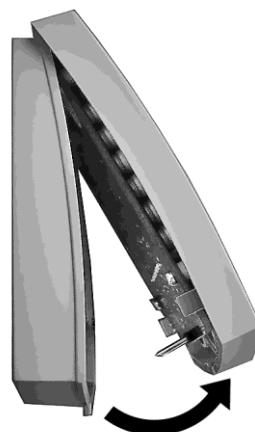

Fig. 110: apertura del contenitore
2. Ruotare la piastra anteriore leggermente in avanti e sganciarla verso l'alto (vedere la → fig. 110).